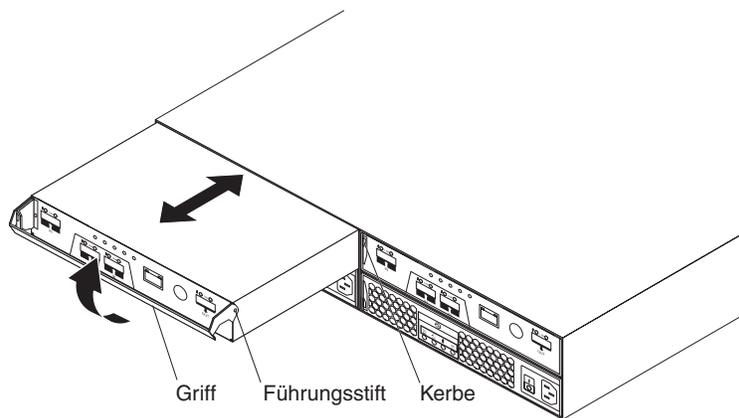

Abbildung 38. Controller entfernen
- b. Ziehen Sie den Griff langsam vom Gehäuse weg, um den Controller aus der Position zu entfernen, wie in Abb. 38 dargestellt.